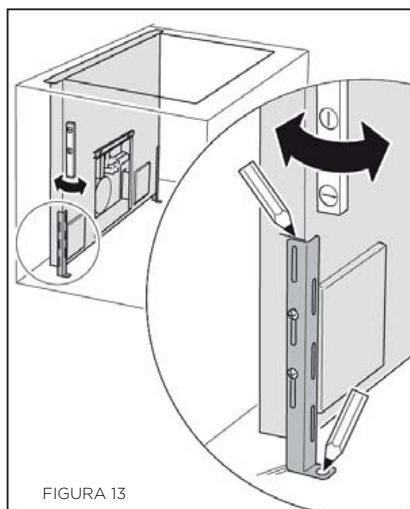

FIGURA 13
7) (Vea la FIGURA 13) Nivele y alinee la campana en el gabinete. Empuje el soporte de montaje inferior de cada lado hacia abajo contra la puerta del gabinete. Marque el borde superior del soporte de montaje en la carcasa y los orificios de montaje en la puerta del gabinete.